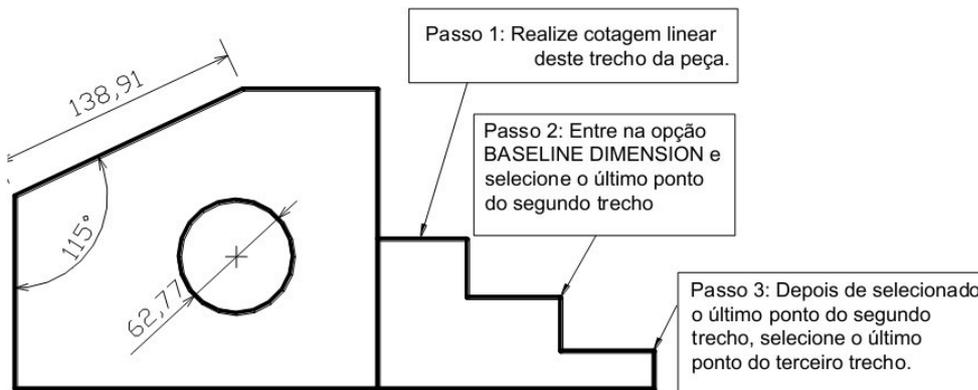

Figura 8.11 - Cotação em agrupamento paralelo.
1. Essa opção requer que inicialmente o usuário inicie a cotação do primeiro segmento da peça por meio da opção *LINEAR DIMENSION*. Assim, realize a cotação linear da primeira parte da peça de acordo com a figura 8.11.
2. Entre na opção *BASELINE DIMENSION* por meio de uma das formas de acesso. Selecione o último ponto do segundo trecho, conforme apresentado na figura 8.11.
1. Essa opção requer que o usuário inicie a cotação do primeiro segmento da peça por meio da opção *LINEAR DIMENSION*. Assim, realize a cotação linear da primeira parte da peça de acordo com a figura 8.11.
2. Entre na opção *CONTINUE DIMENSION* por meio de uma das formas de acesso. Selecione o último ponto do segundo trecho, conforme apresentado na figura 8.11.